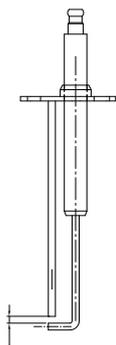

Fig. 39 Elettrodo d'accensione
- controllare la forma della sonda e lo spazio di accensione, che deve essere per esempio di 3-4 mm (vedi fig. 39)